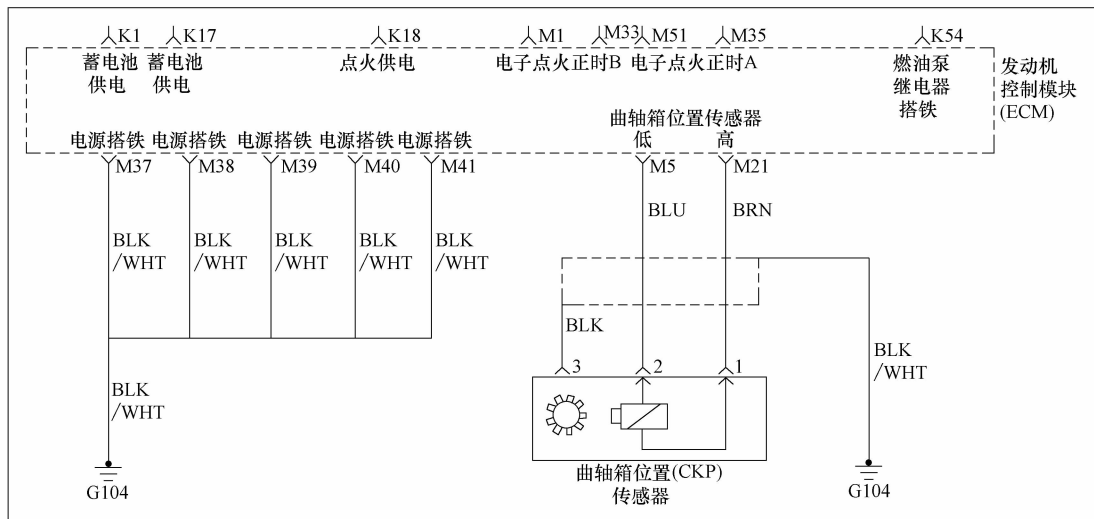

图 4-40 别克凯越 1.6L 轿车曲轴位置传感器电路
2) 打开点火开关，测量两根信号线对搭铁电压应为 $1.4V$ ，这是发动机控制单元在信号线上的预置电压。在起动起动机时，测量曲轴位置传感器的信号电压应接近 $1.6V$ 。如果传感器内部、信号线路、发动机控制单元内部开路或短路，都会造成电脑无法接收曲轴位置信号，从而引起发动机无法起动。传感器电路如图 4-40 所示。